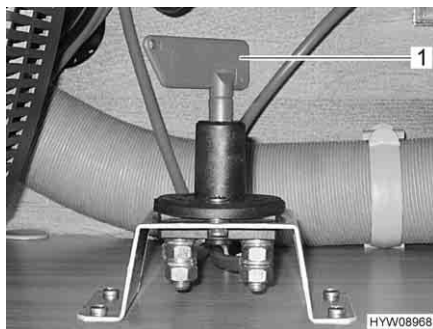

Fig. 11 Interruttore principale per il sistema di manovra
- Ruotare l'interruttore principale per il sistema di manovra (Fig. 11,1) di 90°. Il sistema di manovra è acceso.
- Ruotare l'interruttore principale per il sistema di manovra (Fig. 11,1) di 90°. Il sistema di manovra è spento.